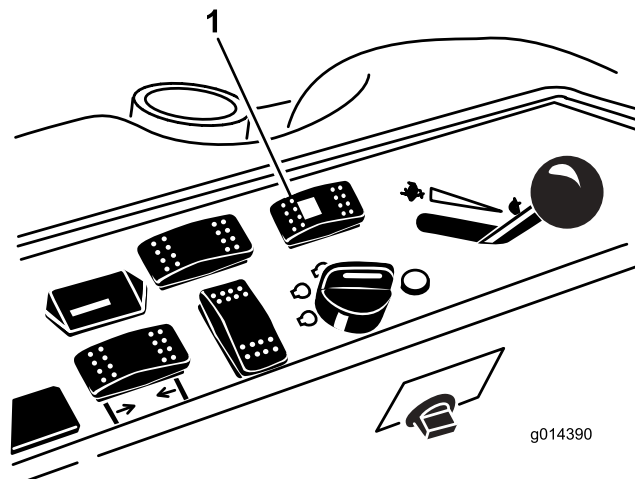

Рисунок 41
1. Нажмите переключатель режимов рулевого управления (**Рисунок 41**) в заднее положение (рулевое управление с приводом на четыре колеса).